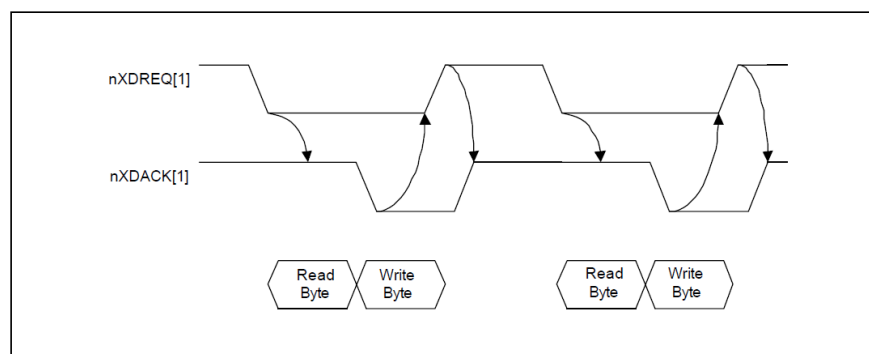

Figura 10.11: Modo de transferencia unidad con protocolo handshake.
- *Transferencia unidad*: hay un ciclo de lectura y su ciclo de escritura correspondiente para cada petición de DMA. Por ejemplo, para el modo handshake, la figura 10.11.